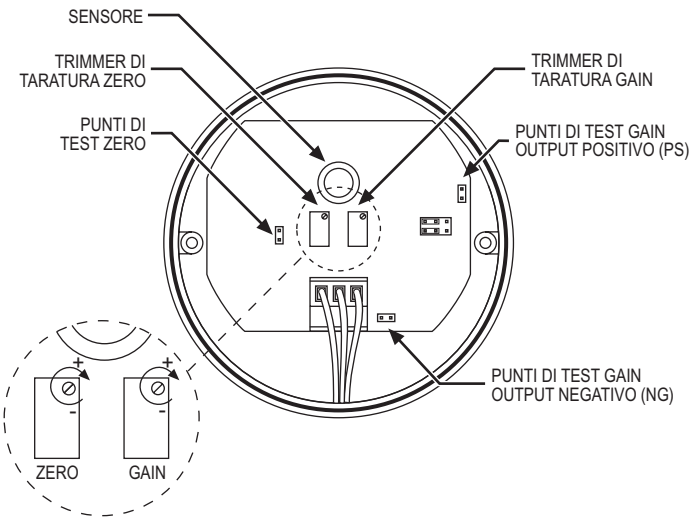

Figura 3: Ritaratura del rivelatore
- b. Rimuovere i sigilli presenti sugli alberini dei trimmer "ZERO" e "GAIN" (vedi Figura 3) avendo cura di non danneggiare questi ultimi.
- e. Collegare un multimetro digitale ai punti di test dello "ZERO" utilizzando appositi puntali (vedi Figura 3).
- f. In aria pulita il multimetro dovrà indicare una tensione di 0 mV. In caso contrario ruotare il trimmer "ZERO" (vedi Figura 3) fino a quando il multimetro indicherà una tensione di 0 mV.
- h. Il rivelatore è dotato di due coppie distinte di punti di test "GAIN": collegare il volmetro ai punti di test "GAIN PS" nel caso in cui il rivelatore sia configurato per funzionare con output positivo (PS), utilizzare invece i punti di test "GAIN NG" nel caso in cui il rivelatore sia configurato per funzionare con output negativo (NG) (vedi Figura 3).